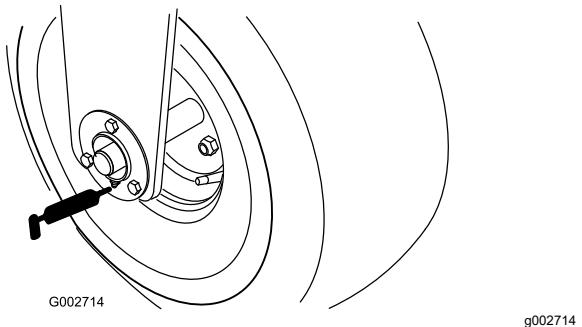

Figura 23
- cuscinetto ruota anteriore (1) (Figura 23)